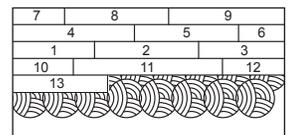

Figura 12d
- No extienda el adhesivo mucho más allá del área donde está trabajando (Figura 12d).